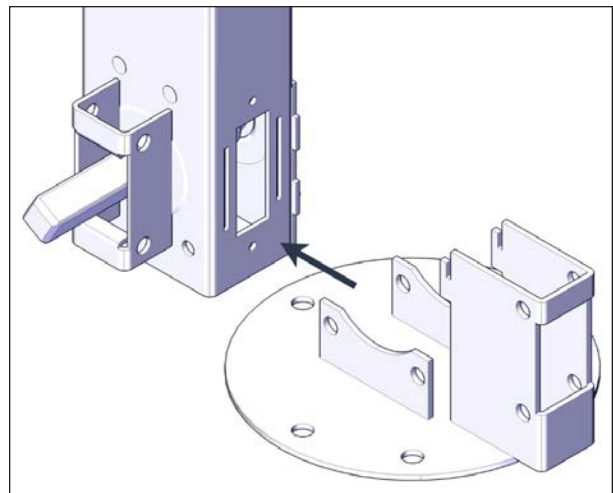
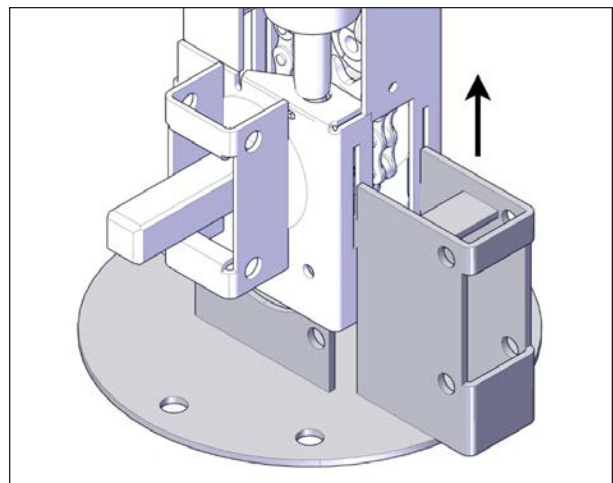

FIGURE 16: INSTALLATION DES PIEDS
FIGURE 17: INSERTION DES PATTES DANS LES RAINURES
sur ce vérin. Aligner d'abord les pattes d'alignement du pied avec les rainures à droite de l'arbre d'entraînement, voir Figure 16.
3. Glisser les pattes d'alignement du pied dans le bas des rainures du vérin, voir Figure 16 et Figure 17.
4. Tirer vers le haut jusqu'à sa position finale, voir Figure 17. S'assurer d'un contact complet entre le haut des pattes et le haut des rainures. Utiliser un maillet de caoutchouc si nécessaire.